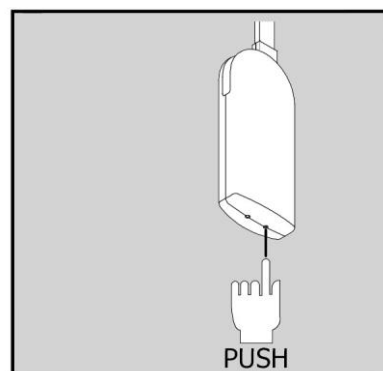

Fig.22
- 1 - Premere il tasto di programmazione (Fig. 22) per 5 secondi, al rilascio si sentirà un doppio "BIP"
Se si desidera cancellare tutti i telecomandi, si deve mantenere premuto il tasto di programmazione (Fig.22) per 10 secondi. Al rilascio del pulsante, tre "BIP" consecutivi indicano che tutti i telecomandi sincronizzati sono stati cancellati. E' quindi possibile risintonizzare il telecomando/i desiderato/i.